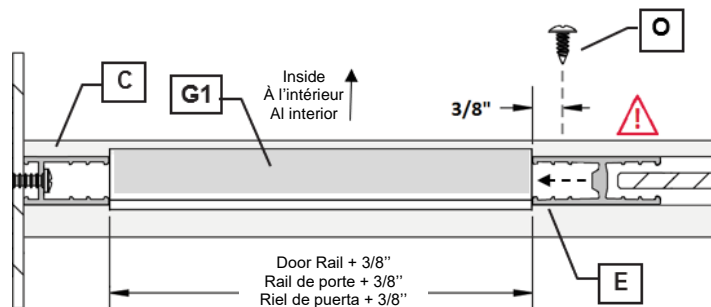

Fig 9a
1. Push the **Inline Post (E)** tight against the **Dam Sill (G1)** and **Header Steam Seal (G2)**. The door opening must measure 3/8" larger than the Door's top and bottom Rails. (Fig 9a)
1. Poussez fermement le **poteau en ligne (E)** contre le **seuil du barrage (G1)** et le **joint de vapeur du rail (G2)**. L'ouverture de la porte doit mesurer 3/8 po de plus que les rails supérieur et inférieur de la porte. (Fig. 9a)